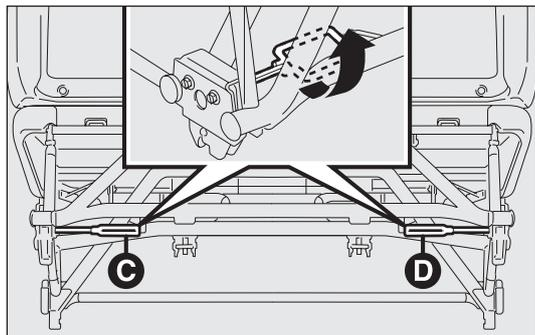

fig. 36
- dalla posizione a pacchetto, agire sulle leve C e D-fig. 36 ruotandole in avanti (come specificato dalla targhetta adesiva ubicata sulla traversa inferiore);